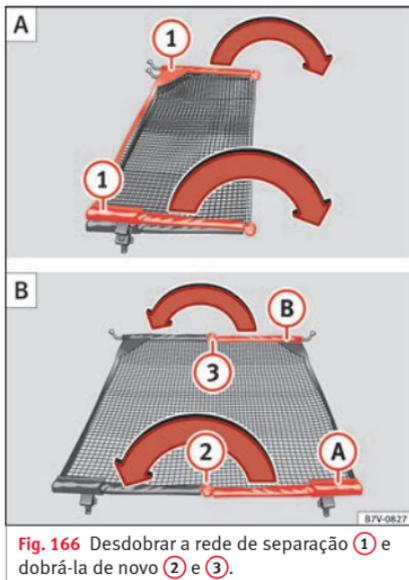

Fig. 166 Desdobrar a rede de separação ① e dobrá-la de novo ② e ③.
Desdobrar totalmente as varetas transversais da rede de separação » **Fig. 166** ① na direção da seta até que se oiça um «clique».
- Pressione o botão de desbloqueio »» **Fig. 166** (2) e dobre a vareta (A) na direção da seta com o botão de desbloqueio pressionado.
- Pressione o botão de desbloqueio »» **Fig. 166** (3) e dobre a vareta (B) na direção da seta com o botão de desbloqueio pressionado.